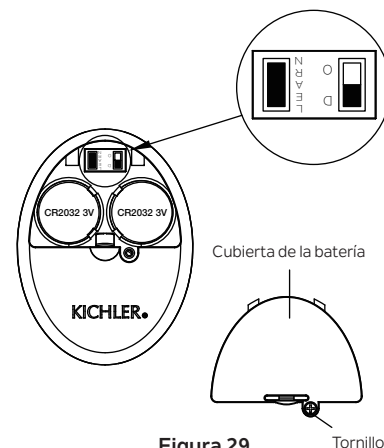

Figura 29 Tornillo
De lo contrario, el control remoto no funcionará. Para realizar este proceso manualmente, siga los pasos a continuación: Después de instalar y cablear la unidad, restaure la energía a su ventilador, presione y mantenga presionada la tecla LEARN (Aprender) durante 1-3 segundos, el ventilador se encenderá a velocidad media y la luz (si está instalada) se encenderá. Esto confirma que se ha completado el proceso de aprendizaje. Esta operación debe completarse dentro de los 30 segundos después de restaurar la energía al ventilador. (Figura 29)
**NOTA:** Asegúrese de que el interruptor deslizable en el compartimiento de la batería marcado “D O” esté en la posición “D”. (Figura 29)
**Paso 4.** Vuelva a colocar la cubierta de la batería y apriete con un destornillador. (Figura 29)